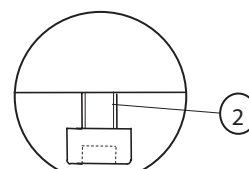

Abb.1
2. Zyl.-Schrauben M3 lösen, so dass der Schraubenkopf 2-3 mm abhebt. (Abb.1) (Achtung, nicht komplett herausdrehen) /
Loosen cylinder screws M3, so that the screw head lifts 2-3 mm (Abb. 1) (Attention: Do not unscrew completely). /
Desserrer les vis à tête cylindrique M3 de sorte que la tête de la vis soulève de 2-3 mm. (Abb. 1) (Attention : Ne pas desserrer complètement).